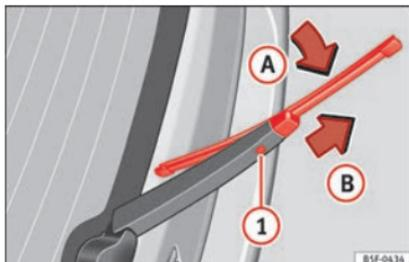

Fig. 201 Sostituzione della spazzola del lunotto posteriore.
- Ruotare leggermente la spazzola » **fig. 201** (freccia A).
- Tenere premuto il tasto di sblocco ❶ tirando delicatamente la spazzola nella direzione indicata dalla freccia B.
- Inserire nel braccio tergilunotto una nuova spazzola **della stessa lunghezza e dello stesso tipo**, in direzione opposta a quella indicata dalla freccia B fino all'incastro del tasto ❶.